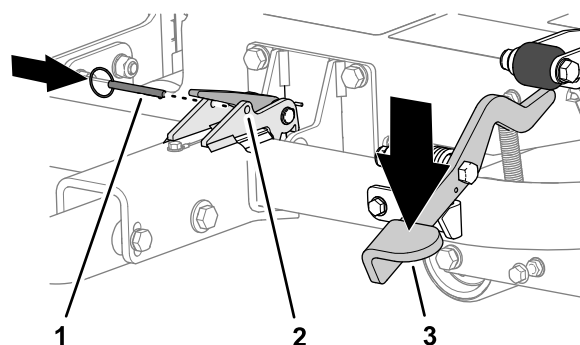

Figura 20
3. Pise o pedal do engate até o engate ficar bloqueado no lugar (Figura 20).
4. Insira o pino de bloqueio através dos furos do trinco (Figura 20).